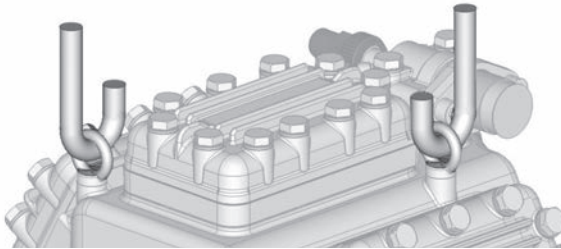

Abb. 4
- Transport- und Aufhängemöglichkeit an den beiden Transportösen (Abb. 4).